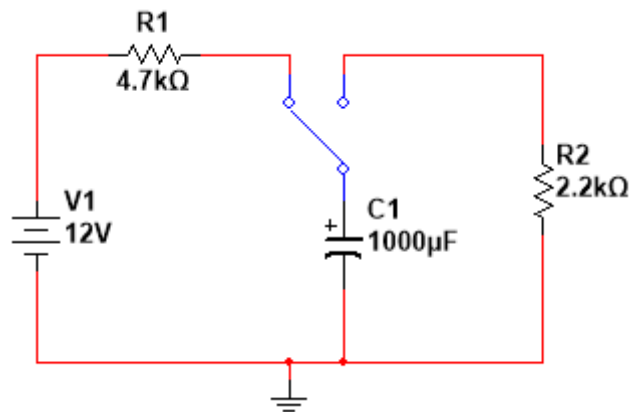

Figura 65: Circuito RC
- Monte o circuito apresentado na Figura 65.